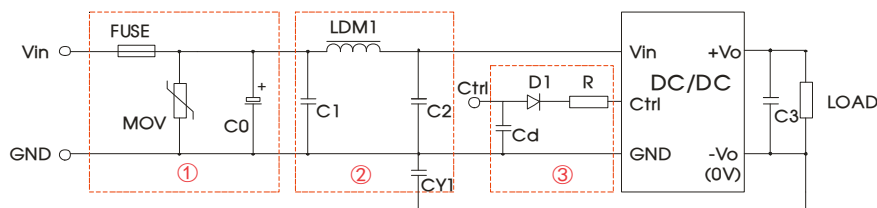

图 3
- ①图 3 中第①部分用于 EMS 测试; 第②部分用于 EMI 滤波, 可依需求选择;
② $V_C$  为 Ctrl 端相对于输入地 GND 的电压,  $V_D$  为 D1 的正向导通压降,  $I_C$  为流入 Ctrl 端的电流, 一般取 5-10mA, Ctrl 端外围电路如图 3-③;
③若图中元器件无附其参数说明, 则此型号外围中不需要这个元器件。